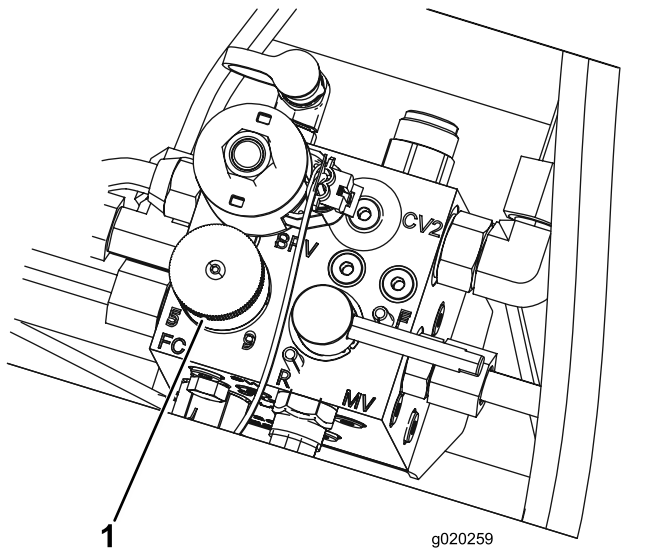

Bild 34
4. Drehen Sie zum Einstellen der Spindeldrehzahl das Handrad (Bild 34), bis die Zeiger auf die Nummer zeigen, die der gewünschten Einstellung entspricht.